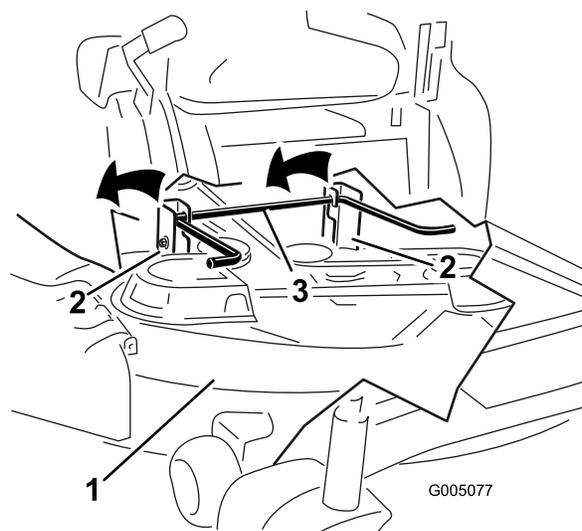
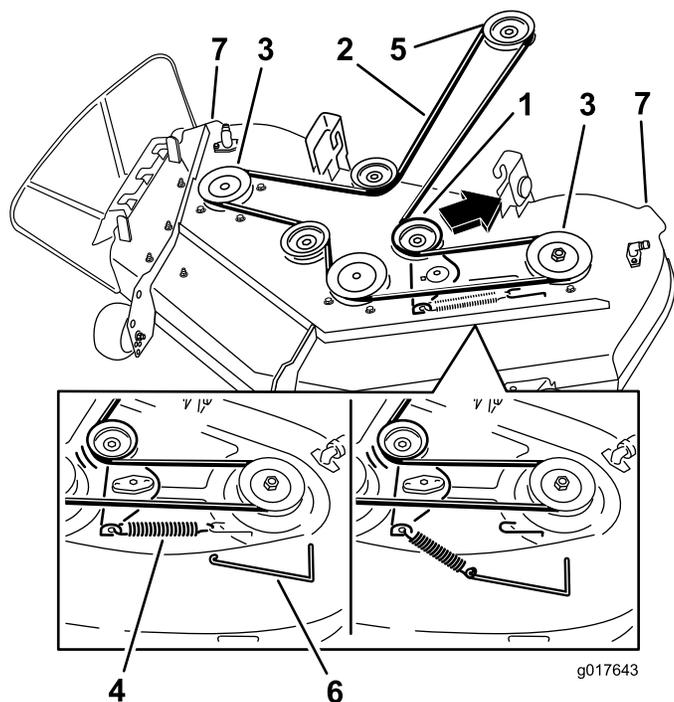

Figure 61
Figure 62
5. En vous aidant des poignées, soulevez le tablier de coupe et les supports pour les dégager de la tige de levage arrière et abaissez le tablier au sol avec précaution (Figure 61 et Figure 62).
- À l'aide d'un outil de dépose de ressort (réf. Toro 92-5771), décrochez le ressort du crochet sur le tablier pour éliminer la tension sur la poulie de tension et déchaussez la courroie des poulies (Figure 62).
- Acheminez la courroie neuve autour de la poulie du moteur et des poulies du tablier de coupe (Figure 62).
- À l'aide d'un outil de dépose de ressort (réf. Toro 92-5771), accrochez le ressort au crochet situé sur le tablier, ce qui a pour effet d'exercer une tension sur la poulie de tension et la courroie du tablier de coupe (Figure 62).
- Soulevez l'arrière du tablier de coupe et guidez les supports sur la tige de levage arrière (Figure 61).